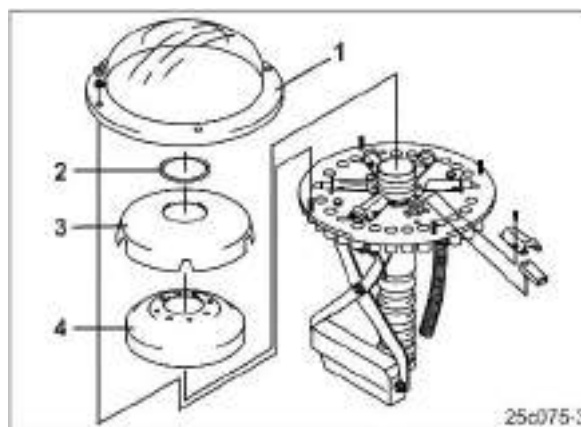

Рис. 124
1. Демонтируйте внешнюю крышку распределителя (Рис. 124/1).
2. Rin Демонтируйте кольцо g (Рис. 124/2).
3. Демонтируйте внутреннюю крышку распределителя (Рис. 124/3).
4. Демонтируйте пенопластовую вставку (Рис. 124/4).